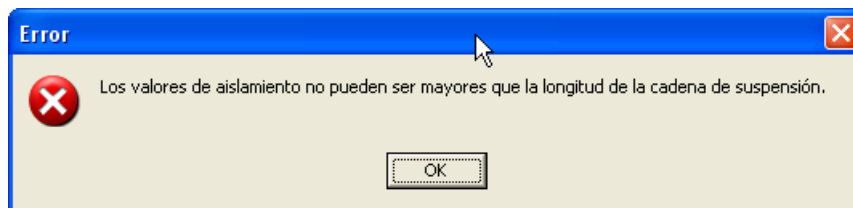

Figura 11.11.
- Figura 11.11: no necesita comentario.